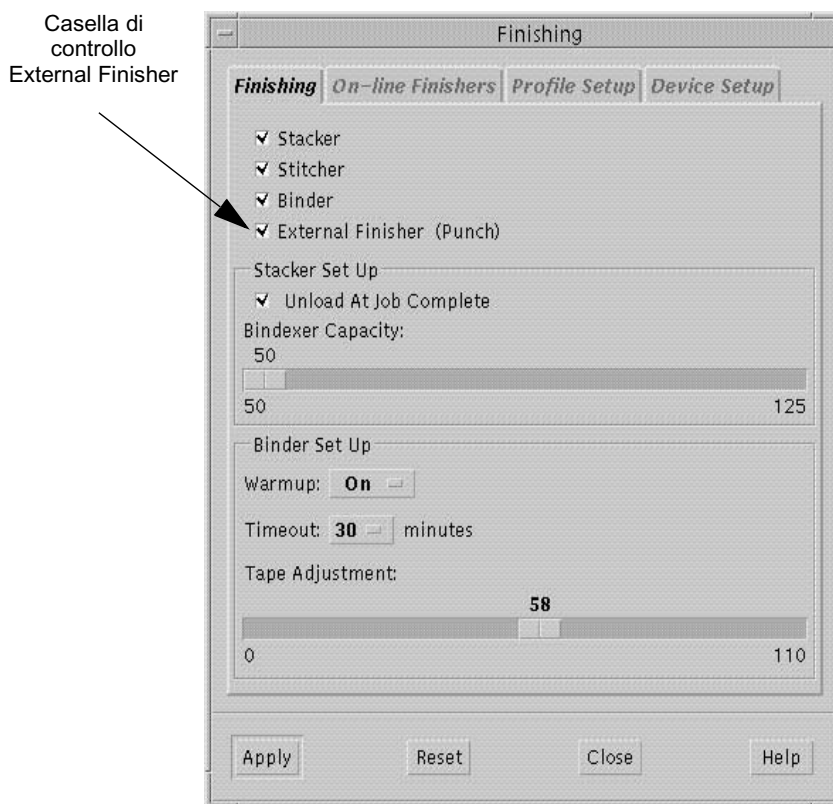

Figura 1-14: La schermata Finishing nella finestra Finishing
Apparirà la schermata **Finishing**, come illustrato nella Figura 1-14.
- 14** Accertarsi che la casella di controllo External Finisher (Dispositivo di finitura esterno) sia selezionata e che il nome del corretto dispositivo appaia tra parentesi sulla destra di External Finisher, come illustrato nella Figura 1-14.